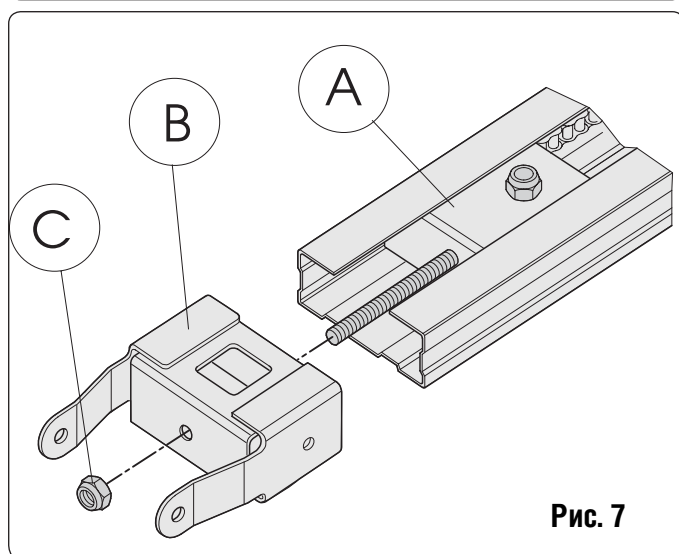

Рис. 7
1. Соедините 2 части направляющей, вставив их в стыковочный элемент (Рис.7-А) вплоть до металлического выступа (Рис.7 выноска Б).